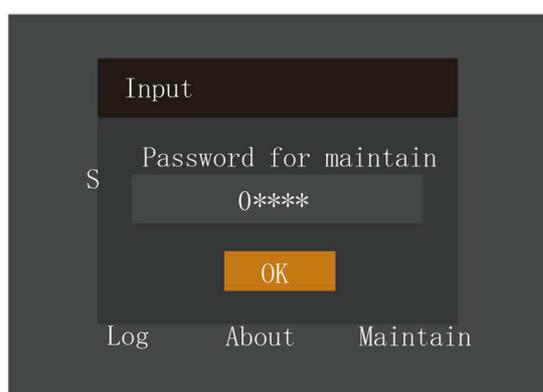

Figura 5-23 Introducción de contraseña
2. Pulse la tecla **Enter**, aparecerá la interfaz que se muestra en la Figura 5-23.